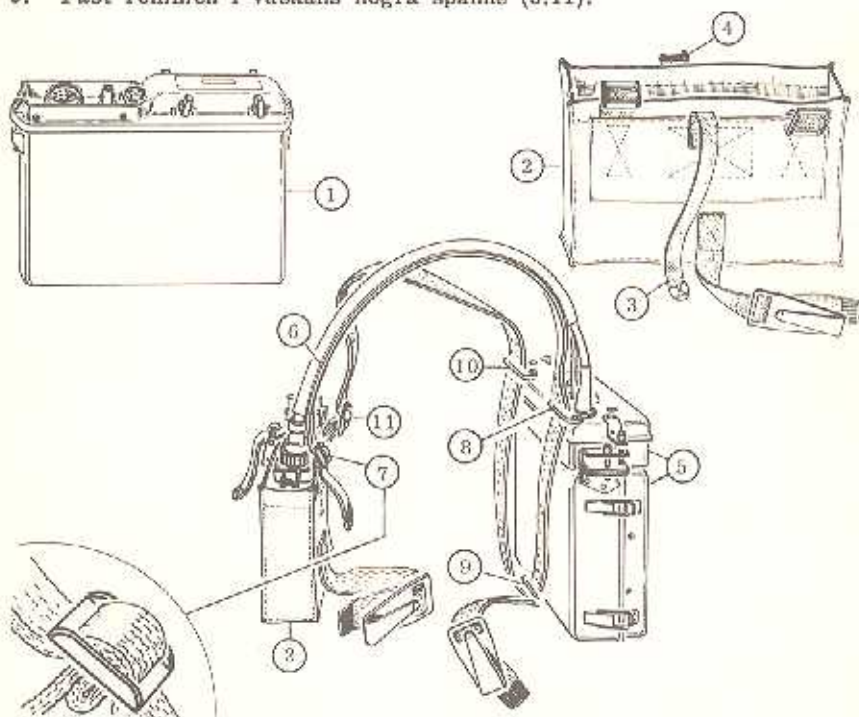

Bild 3. Ihopsättning av bäranordningen
1. Placera sändtagaren (bild 3 detalj 1) i väskan (3:2) med vreden BRUSBLOCK och STYRKA mot remmarna.